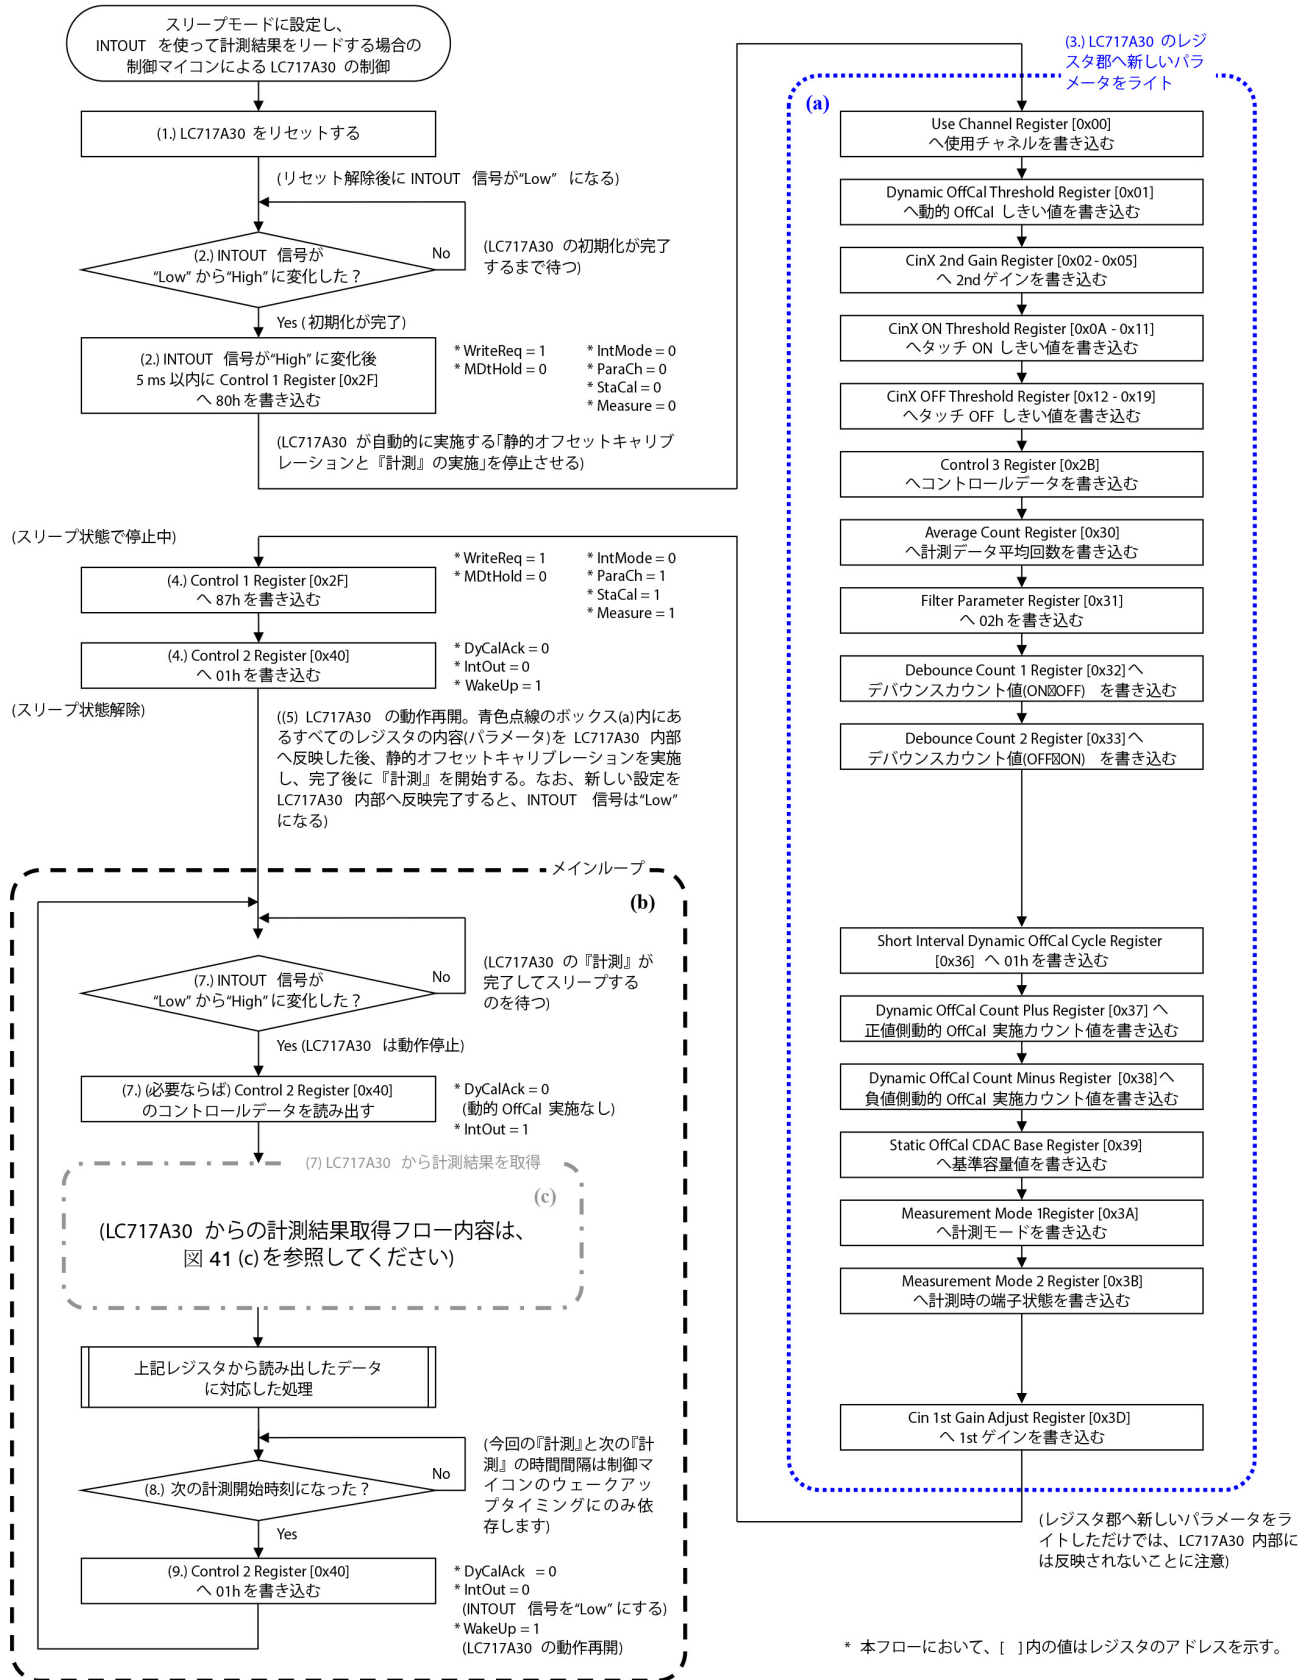

図 45. スリープモードに設定し、INTOUTを使って計測結果をリードする場合の制御例
3. LC717A30は、スリープ(動作停止)します。制御マイコンは、新しい設定パラメータをLC717A30のレジスタ群にライトします。(具体的には、制御マイコンは、図45の青の点線で囲まれたボックス(a)内のすべてのレジスタまたは一部のレジスタに新しいパラメータを